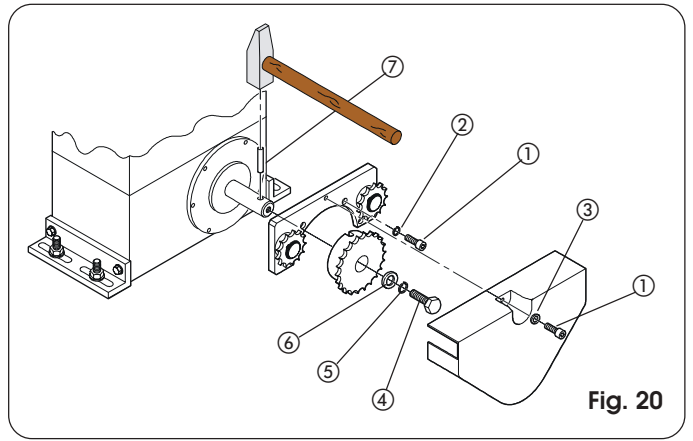
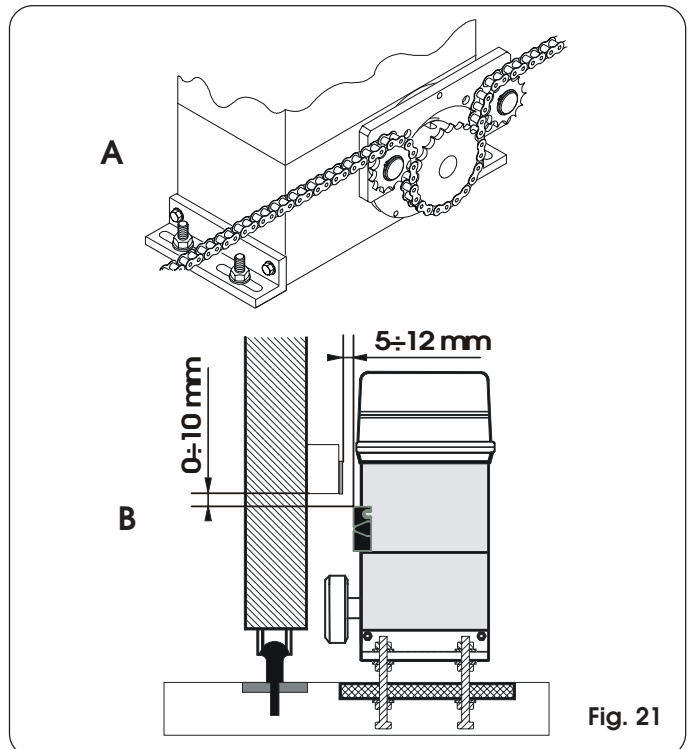

Fig. 20
Fig. 21
- 2) Plaats de beugel van de tussenoverbrengingen op de flens van de motorvertraging met behulp van de vier schroeven 1 (M5 x 12) en de bijbehorende ringen 2 uit de set, zoals aangegeven op fig. 20.
- 4) Voer de ketting door zoals aangegeven op fig. 21 ref.A en monteer de afdekking met de schroef 1 en de ring 3 van fig. 20.
- 5) Voor aandrijvingen met MLS eindschakelaar dienen er steunen voor de bijgeleverde magneten te worden aangebracht volgens de maten die worden aangegeven op fig. 21 ref.B.